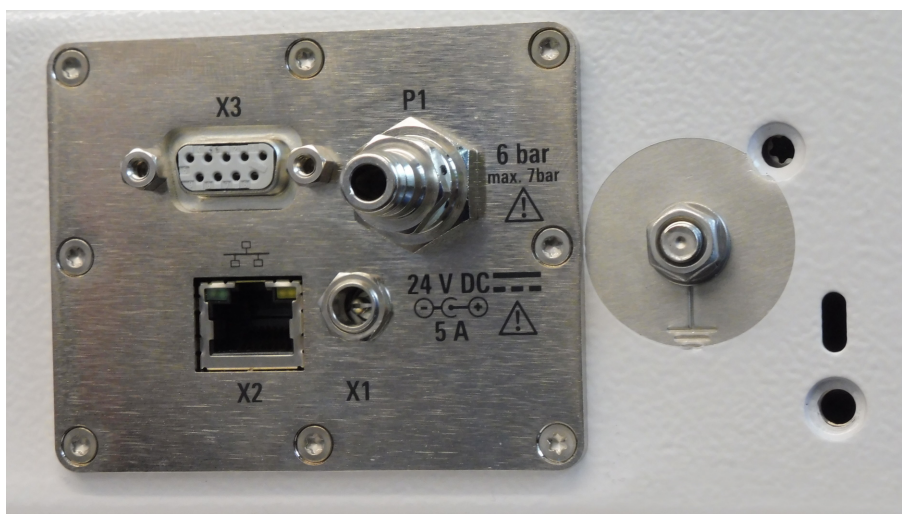

Figura 6-6: Panel de control y alimentación
El enchufe de acoplamiento rápido [P1] (véase figura 6-6) se suministra junto a un adaptador push-pull adicional para mangueras de 6 mm de diámetro.
1. Para el control remoto a través de un **puerto serial**, conecte un cable RS-232 desde su sistema de control al conector D-Sub 9 (véase **[X3]** en la figura 6-6). Para ver los ajustes de puerto, consulte el "Protocolo de comandos" en la página 55. Utilice un cable RS-232 directo, véase "Utilice un cable directo para la conexión RS-232 al ordenador de control" en la página 34. Por motivos de EMC, limite la longitud del cable RS-232 a un máximo de 30 m.
- Para el control remoto vía **Ethernet**, conecte un cable LAN desde su sistema de control al conector RJ45 (véase **[X2]** en la figura 6-6).